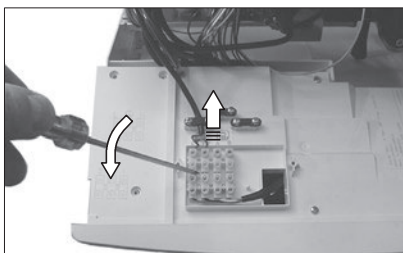

Рис. 1
- 1 Отсоедините клеммную колодку дистанционного управления (Рис. 1)